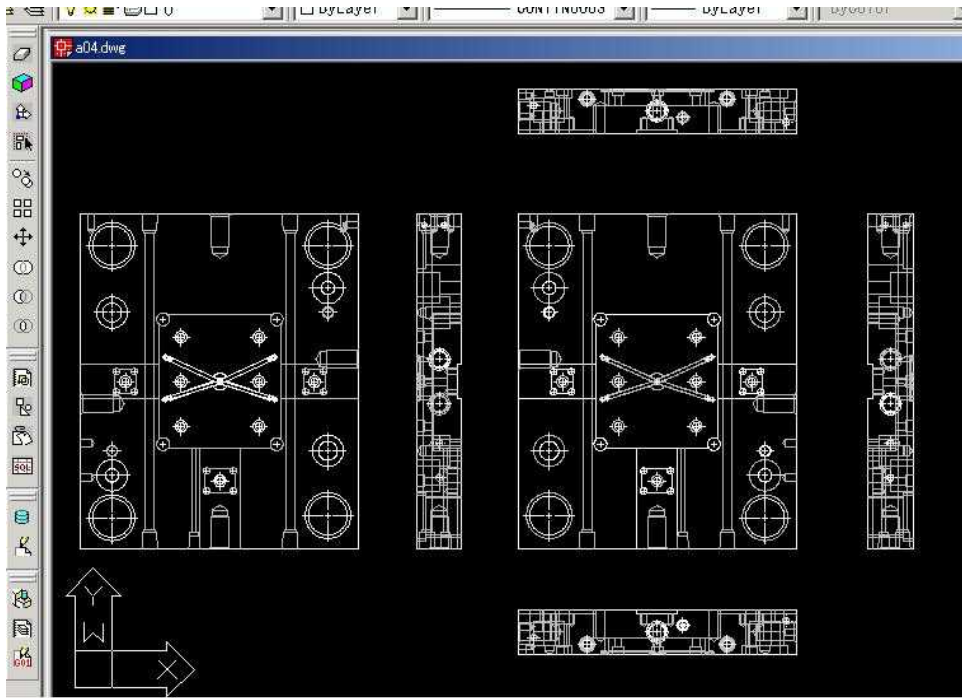

図 7.3 DWG ファイルまたは DXF ファイルから読み込んで表示された図面の例
その結果、図 7.3 のように読み込んだ図面が画面に表示されます。
**7.2.3 形状認識したい投影図をユーザが選び次の処理の準備をします。**これは必要な投影図（複数も可）をかこむ最初のコーナーをクリックして、次にもう一方のコーナーをクリックします。その後、図 7.3 中の“形状認識 CAD”アイコンをクリックして下さい。先の図 7.1 に示した左から 2 番目のアイコンです。画面は図 7.4 のようになります。